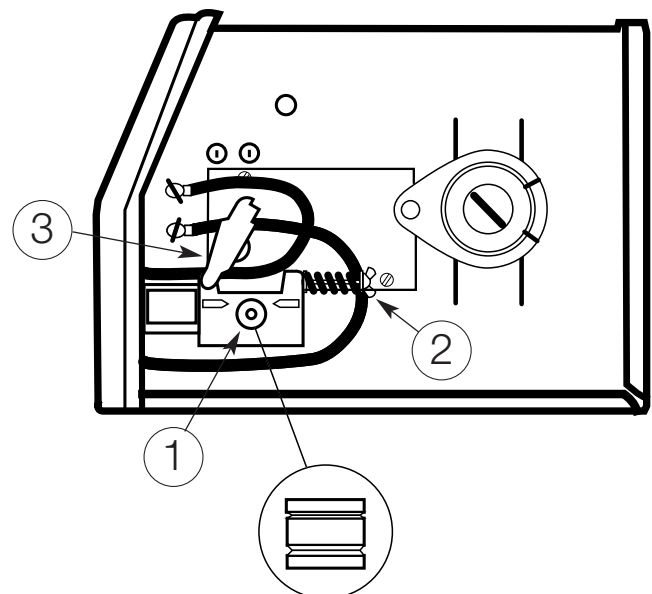

FIGURE D.1
Le galet d'entraînement, figure D.1, point 1, a deux gorges : une pour le fil-électrode en acier plein de 0,023 à 0,025 po (0,6 mm) et une gorge plus large pour le fil-électrode en acier plein de 0,030 po (0,8 mm) et en acier fourré de 0,035 po (0,9 mm). À sa sortie d'usine, le galet d'entraînement est monté dans la position 0,023/0,025 po (0,6 mm).
2. Desserrer la vis de tension du bras de pression à ressort, figure D.1, point 2, et soulever le bras du galet mené, figure D.1, point 3, pour l'écarter du galet d'entraînement.